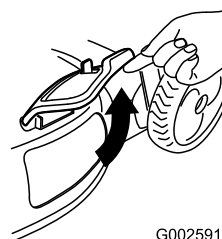

Figura 41
2. Levante la puerta de descarga lateral (Figura 41).